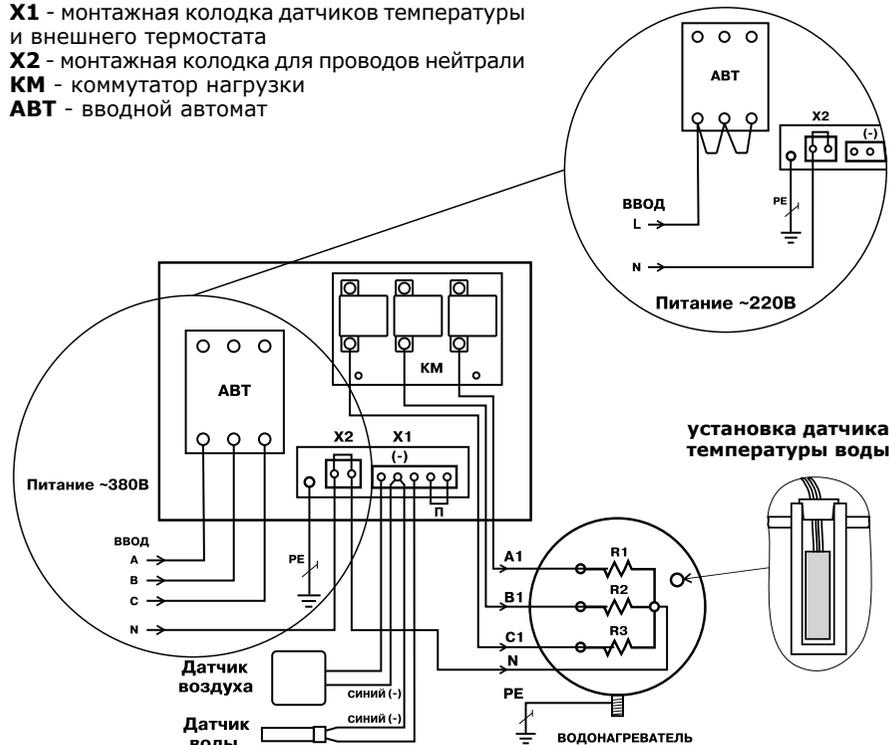

Рис.2 Схема подключения панели управления
5.2. Эксплуатация панели должна осуществляться только при условии ее подключения в соответствии со схемой подключений (Рис.2).
6.3. Подключить панель к питающей сети кабелем соответствующего сечения исходя из номинальной мощности электроводонагревателя согласно схеме подключений Рис.2 настоящего паспорта. Если используется одножильный медный провод, то необходимо тщательно зачистить и облудить присоединяемые концы. При использовании многожильного кабеля его концы необходимо тщательно зачистить и обжать контактным наконечником.
6.4. При подключении панели ПУ ЭВТ-И1 к однофазной сети переменного тока необходимо соединить вместе клеммы А,В,С вводного автомата и подключить их к фазному проводу питающей сети. Нулевой провод питающей сети подключается согласно схеме Рис.2.
Для этого необходимо извлечь защитную пробку из отверстия, поместить в него датчик до упора и зафиксировать его пробкой, входящей в комплект датчика, (см.Рис.2). Датчик температуры воздуха необходимо установить в помещении на высоте 1.4-1.5 м от пола, исключив прямое воздействие на него потоков воздуха от нагревательных приборов, вентиляторов и т.д.. Нагрев корпусов датчиков при монтаже не должен превышать их максимальную рабочую температуру. Подключить датчики к монтажной колодке X1 в соответствии со схемой Рис.2, обращая особое внимание на полярность датчиков. Провода датчиков синего цвета, помеченные знаком (-) подключаются к клемму колодки X1 помеченную знаком (-) Рис.2. Датчики подключаются медными проводами сечением 0,5-0,75 кв.мм необходимой длины. При длине провода более 10 метров желательно использовать провода свитые в пары (не более 50 метров).
6.6 В пульте имеется возможность подключение внешнего термостата. Подключить внешний термостат к монтажной колодке X1 вместо переключки (П) Рис.2.
Внимание! В случае отсутствия переключки (П) или внешнего термостата, подключенного вместо переключки к колодке X1 (Рис.2) устройство будет отключено.
6.7. Подключить панель к электроводонагревателю согласно схеме подключений Рис.2 кабелем соответствующего сечения исходя из номинальной мощности электроводонагревателя.
6.8. Выполнить заземление (защитное зануление) корпуса панели в соответствии со схемой подключений Рис.2.